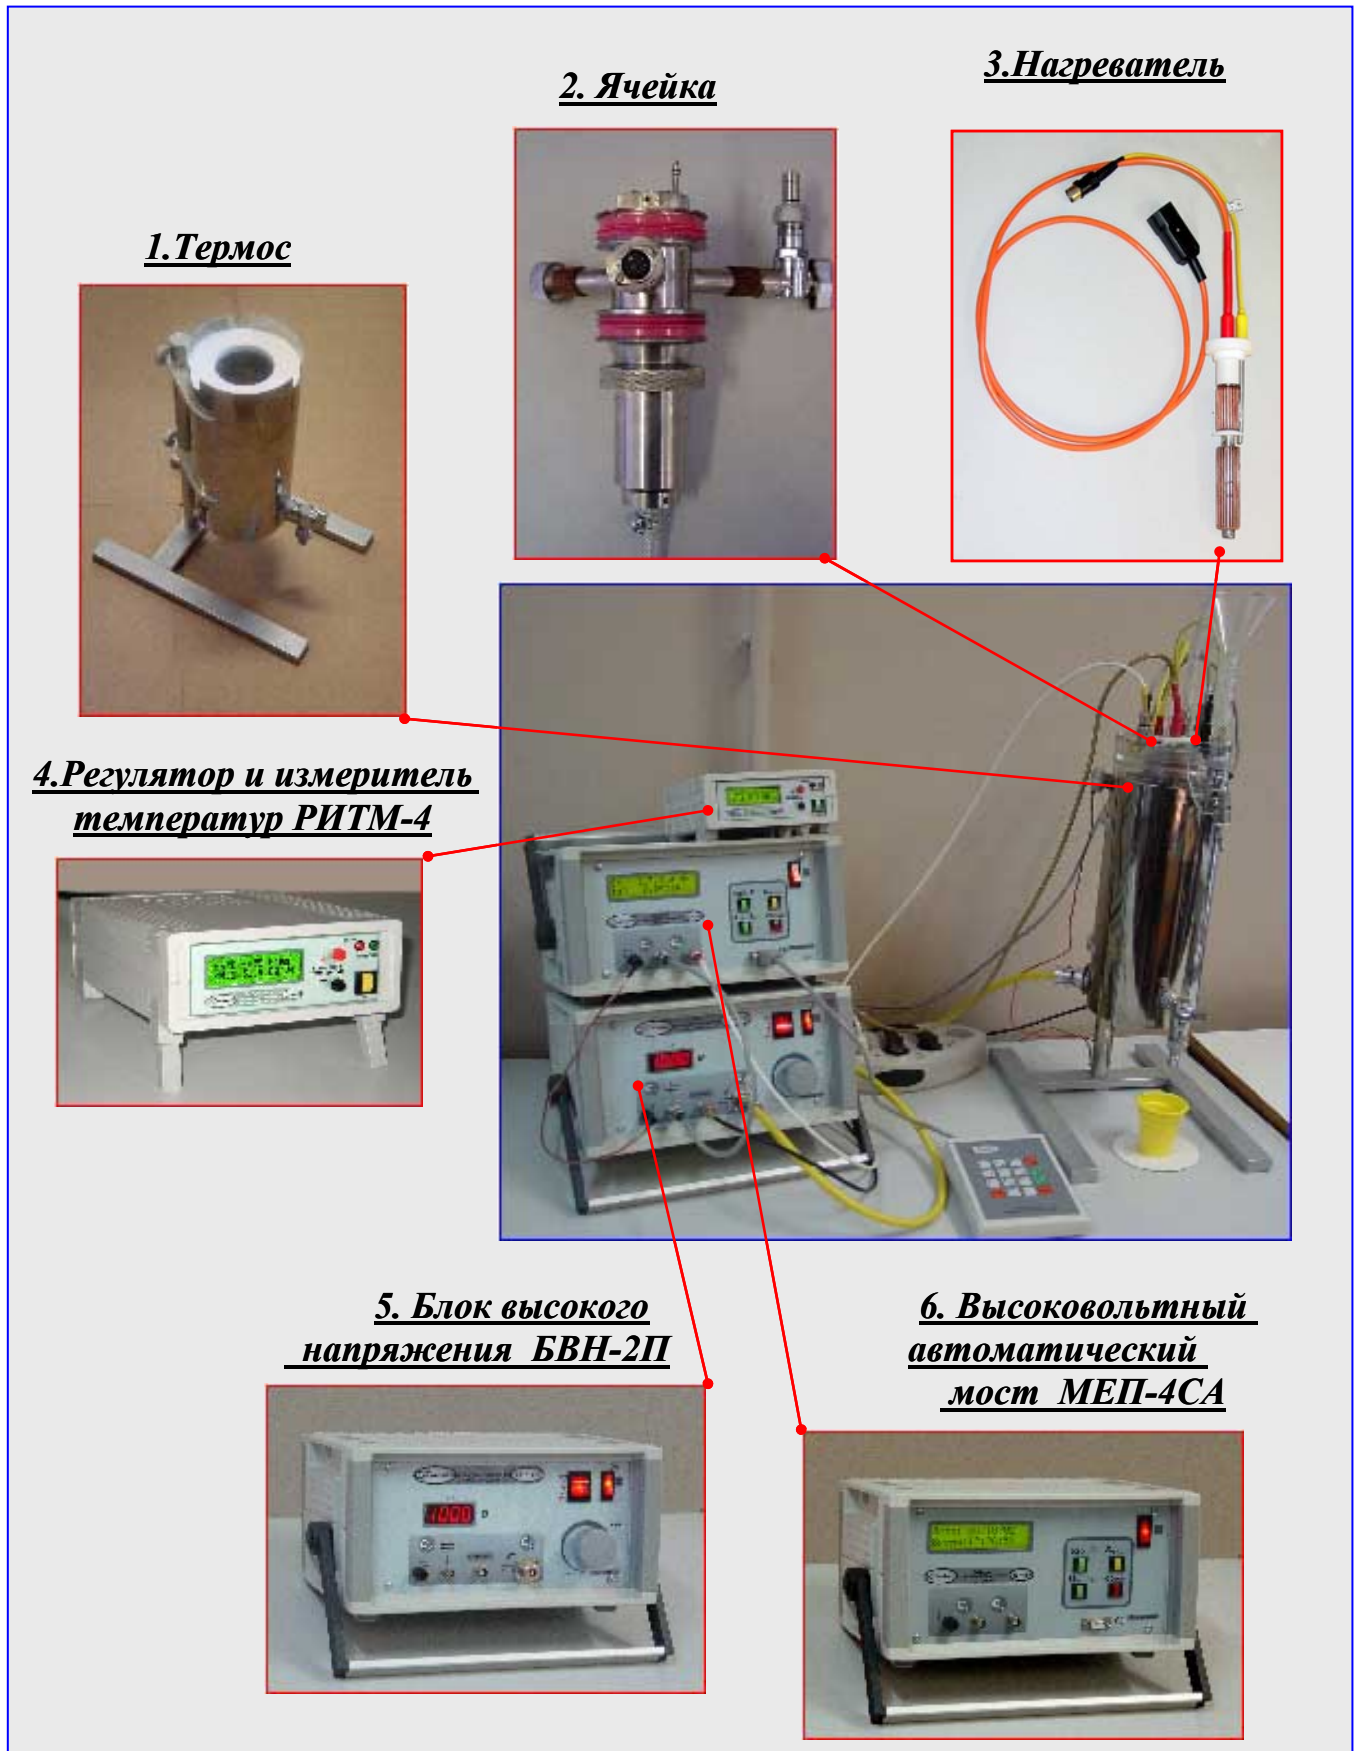

Рис. 1.
2. Составные части испытательного комплекса (рис.1)